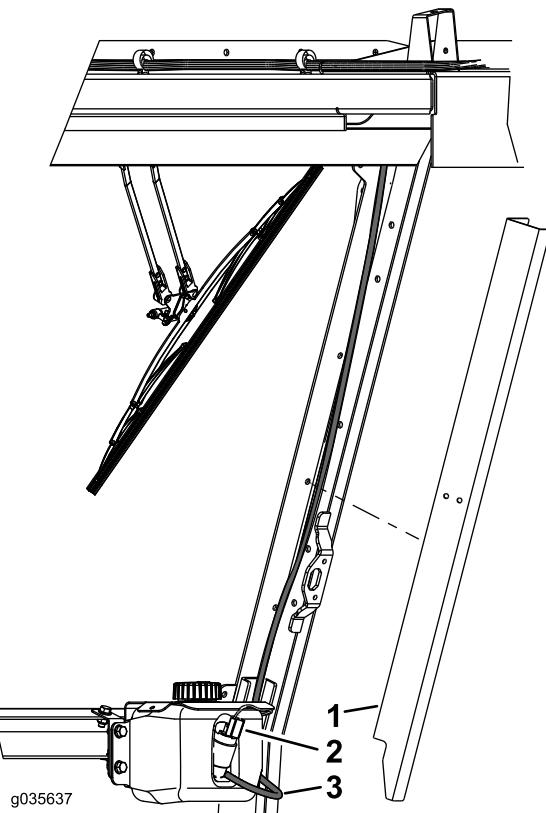

Figure 8
- 3. Déposez le cache du montant (Figure 8).
- 4. Branchez le flexible à la pompe dans le réservoir et acheminez-le jusqu'au moteur d'essuie-glace (Figure 8).
- 5. Branchez le connecteur du faisceau à la pompe du réservoir (Figure 8).
- 9. Reposez le cache sur le montant (Figure 8).